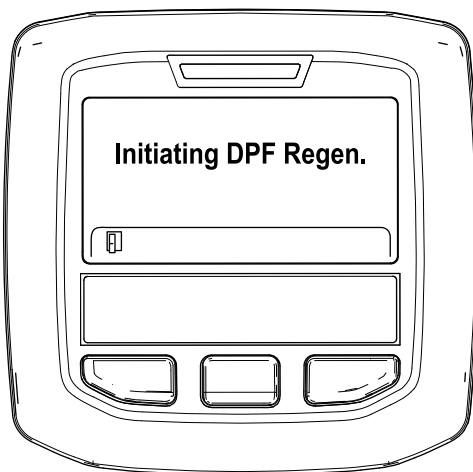

Рисунок 42
- A. Появится сообщение «Initiating DPF Regen.» («Начало регенерации DPF») (Рисунок 42).